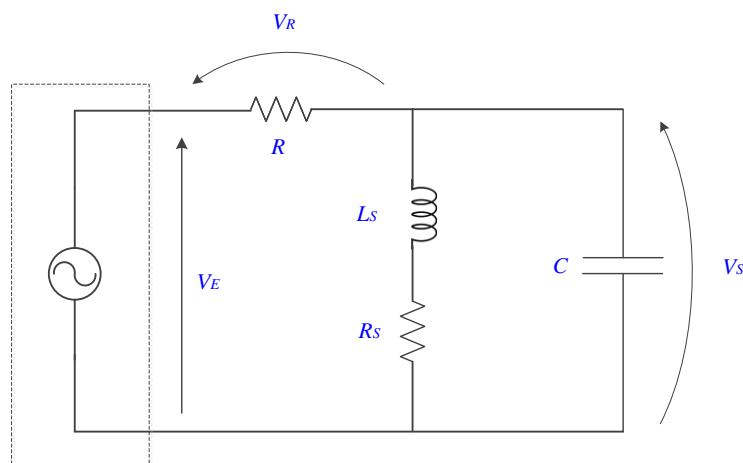

Figura 2- Circuito RLC.
Monte o circuito da Figura 2, com os componentes L e C fornecidos (**obs: neste circuito altere R para 10 k Ω**). Note que R_s e L_s estão representando o modelo do indutor real utilizado na montagem.
a) Indique quais expressões da *Introdução Teórica* devem ser usadas para calcular $|G(j\omega)|$ e ϕ a partir dos parâmetros do circuito da Figura 2.
. Alimente o circuito da Figura 2 com este sinal, e observe o comportamento de V_s no osciloscópio.